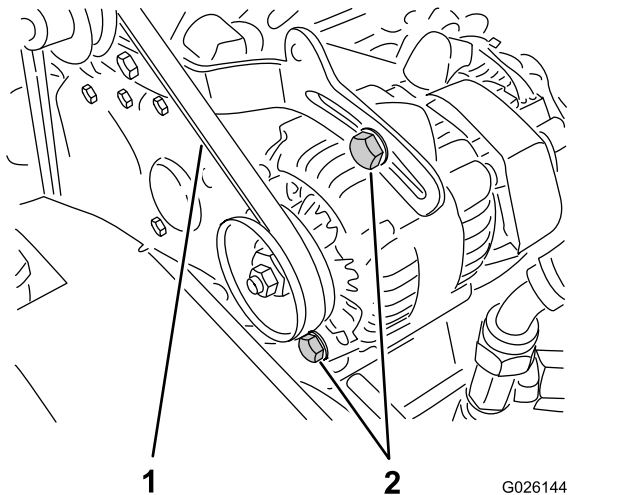

Figura 67
2. Controllate la tensione premendo la cinghia al centro tra le pulegge dell'alternatore e dell'albero motore con una forza di 10 kg (Figura 67).
- A. Allentate i 2 bulloni di fissaggio dell'alternatore (Figura 67).
B. Con un piede di porco, ruotate l'alternatore fino a ottenere una tensione della cinghia appropriata, poi serrate i bulloni di fissaggio (Figura 67).